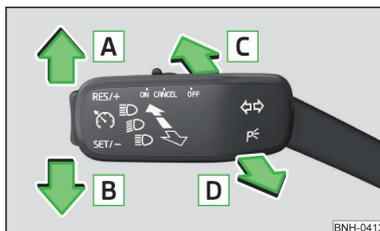

Fig. 47
### Posiciones de la palanca de mando » fig. 47
- Presionar la palanca de mando en la posición **A** o **B** hasta el tope » fig. 47 de la pág. 63.